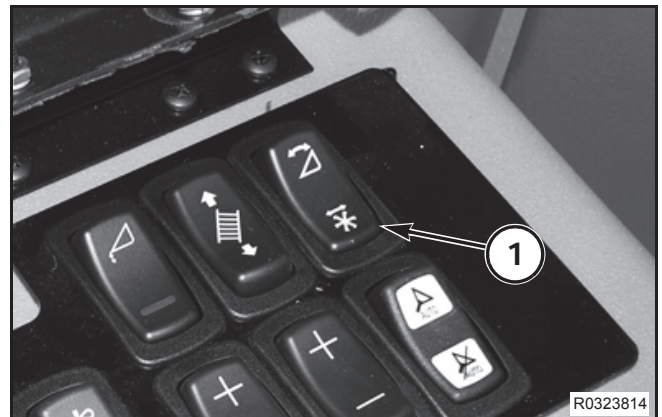

FIG. 20
FIG. 20: Para mover el molinete hacia adelante o hacia atrás en los brazos de soporte del molinete, mueva el interruptor de avance y retroceso del molinete / ángulo de la plataforma para la posición "avance y retroceso del molinete" (1).